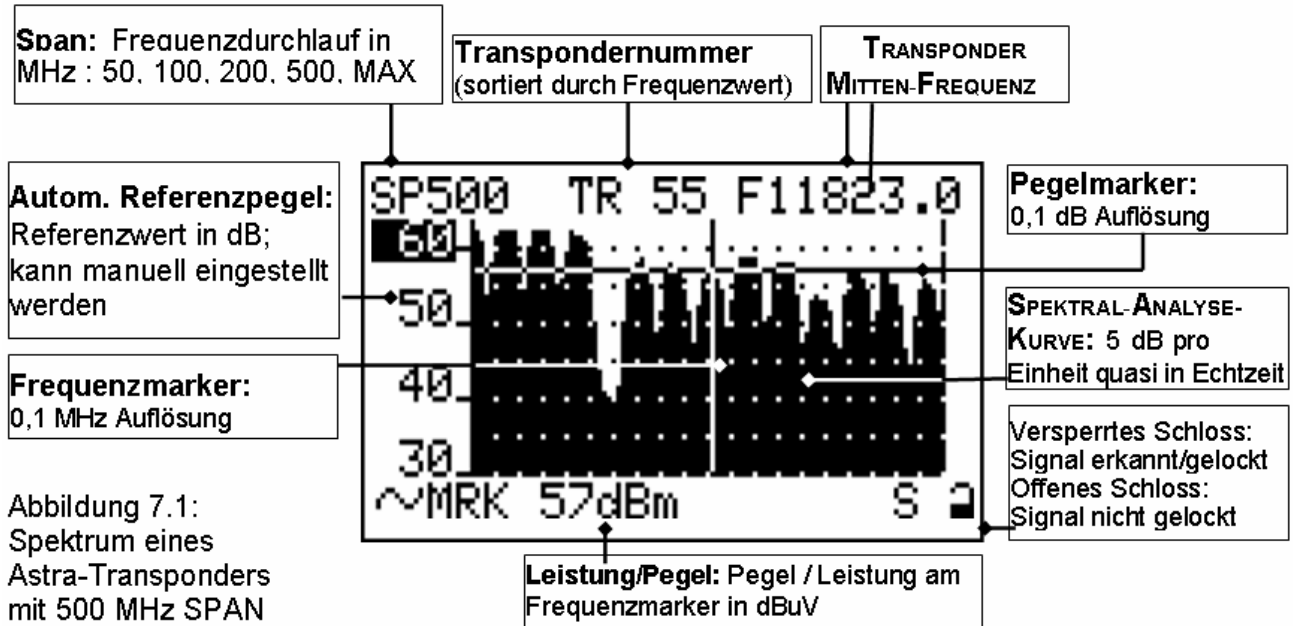

Abbildung 7.1:
- Verwenden Sie die Taste SELECT [10], um die Einstellparameter für die Spektrumsmessung wie in Abbildung 7.1 zu ändern: SPAN, Transponder- oder Programmnummer, Frequenz und Referenzpegel. Das jeweils selektierte Feld wird durch einen dunklen Hintergrund hervorgehoben.